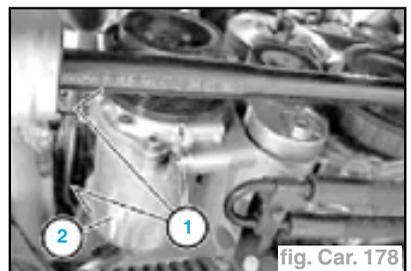

fig. Car. 178
**Remarque :** Caler le compresseur de climatisation (2) pour l'empêcher de tomber (fig. Car. 178).
- Déposer les vis (1) et retirer le compresseur de climatisation (2).